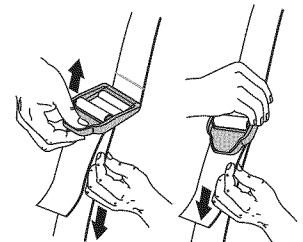

Fig. 12
4. Ajuste la longitud de acuerdo a la medida del operador. Tire de la orejeta para alargarlo y tire de la correa para acortarlo (Fig. 12).